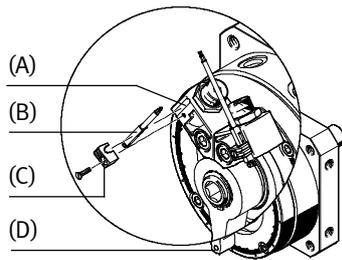
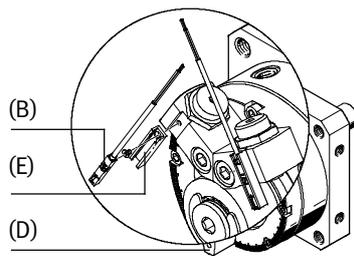

Fig. 21
Fig. 22
- 接近开关（B）的安装位置如下（Fig. 21、Fig. 22）：